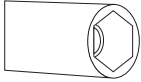

Figura 2
1. Utilice una herramienta con un cabezal especial para quitar e instalar la boquilla como se ve en (figura 2)